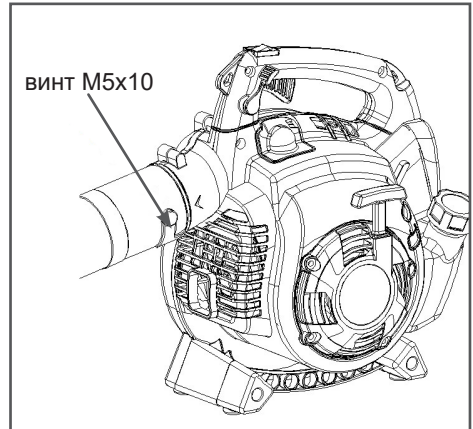

Рис. 5 Закрепление трубы В
5. Закрепить напорную трубу В винтом М5х10 (см. Рис. 5).